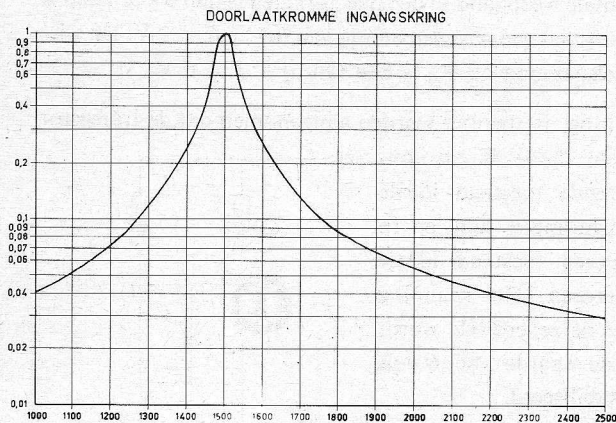
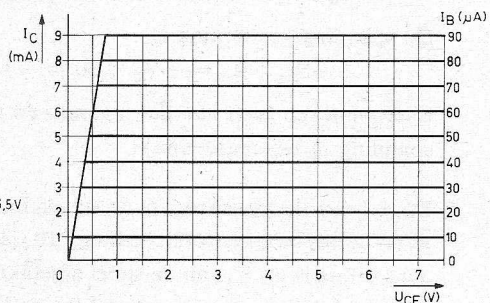

Fig. 11
Fig. 12
④ Een superheterodyne ontvanger is afgestemd op 1500 kHz. Bereken met behulp van bijgaande doorlaatkrommen van de ingangskring en van de complete middenfrequent versterker (resp. fig. 11 en fig. 12) hoeveel maal een storend signaal aan de uitgang van de MF-versterker verzwakt is t.o.v. een even sterk ingangssignaal op 1500 kHz als:
- a. Uit fig. 12 blijkt dat de middenfrequentie 450 kHz is. Is de ontvanger afgestemd op 1500 kHz, dan veroorzaakt een storend signaal van 1495 kHz een middenfrequent-signaal van 445 kHz. Uit fig. 11 zien wij dat bij een HF-signaal van 1495 kHz de ingangskring nog geen noemenswaardige verzwakking geeft. De verzwakking komt dus vrijwel geheel voort uit de MF-versterker. Uit fig. 12 lezen we hiervoor bij 445 kHz een factor $1/0,09 = 11$ af.
- b. De spiegelfrequentie is $1500 + 2 \times 450 = 2400$ kHz. Het storende signaal levert nu een MF-signaal van 450 kHz. De MF-versterker verzwakt dus niet. De verzwakking door de HF-kring is volgens fig. 11 gelijk aan $1/0,033 = 30$.